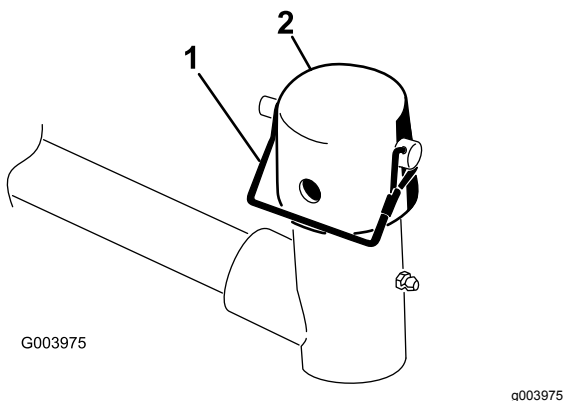

Figura 9
7. Togliete il perno di ritenuta e il cappuccio dalla forcella di articolazione del braccio di sollevamento (**Figura 9**).
11. Fissate il cappuccio e l'albero del telaio portante alla forcella del braccio di sollevamento con il perno di ritenuta (Figura 9).